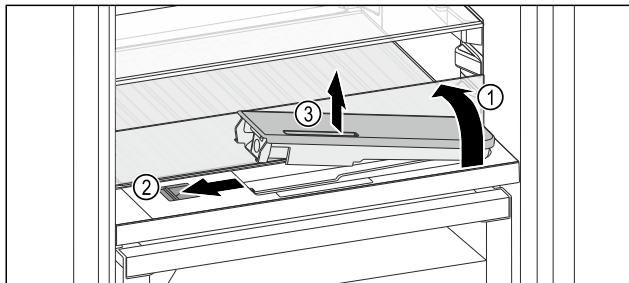

Fig. 240
- ▶ Podignite staklenu ploču i otklopite je do graničnika prema natrag Fig. 240 (1).
- ▶ Pomaknite Fig. 240 (2) klizač ulijevo.
- ▶ Izvadite spremnik za vodu Fig. 240 (3).